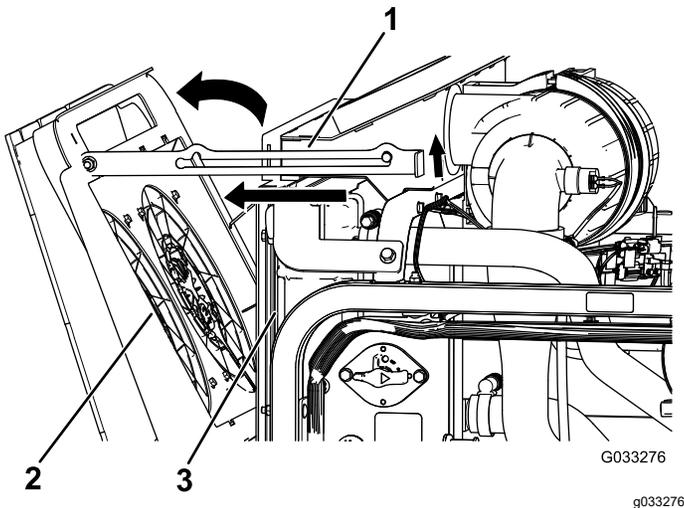

Bild 117
2. Drehen Sie die Kühlventilatoren des Motors zur Rückseite des Kühlers und arretieren Sie die Stützstange in der Kerbe (Bild 117).